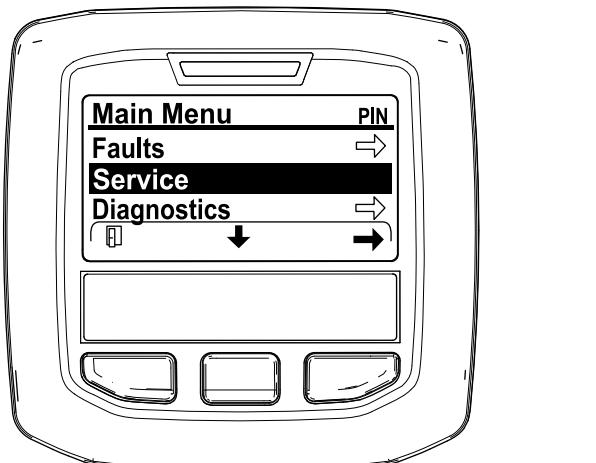

Figura 42
- Vá até ao MENU PRINCIPAL, prima o botão central para ir até ao MENU DE MANUTENÇÃO e prima o botão direito para selecionar a opção de MANUTENÇÃO (Figura 42).